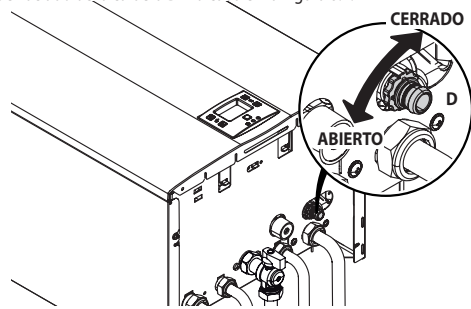

Figura 8.4
- Afloje la llave de vaciado de la caldera **D** indicada en la Figura 8.4.